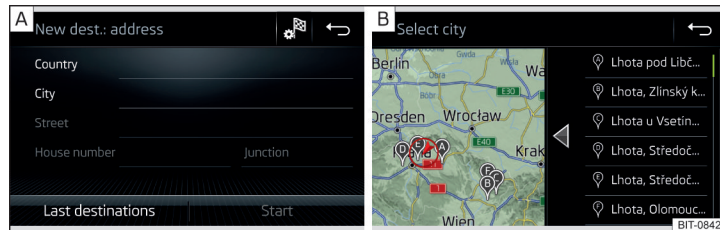

Abb. 172 Ziel über die Adresse eingeben: Hauptmenü / Liste der aufgesuchten Orte
- ▶ Die Zieladresse eingeben und anschließend bestätigen » Abb. 172 - **A**.
In Abhängigkeit von der Anzahl der aufgesuchten Orte kann automatisch eine Karte mit einer Liste der aufgesuchten Orte angezeigt werden » Abb. 172 - **B**.